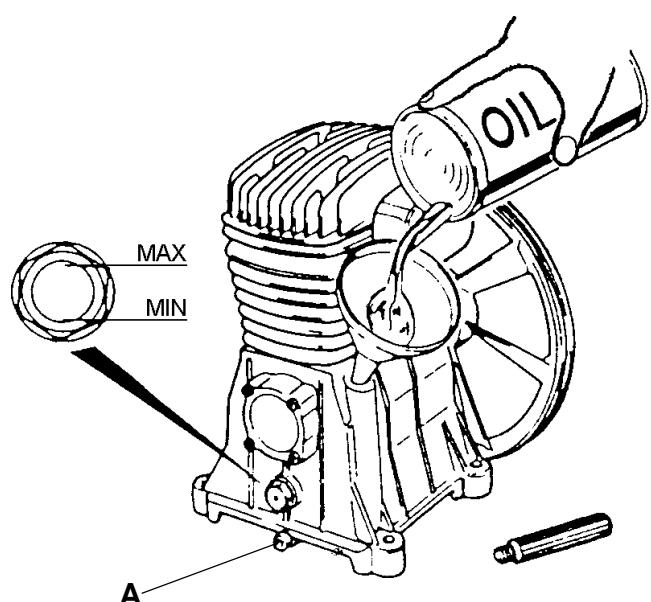

Fig. 7-3
(I) 7.3. Cambio olio - Rabbocco olio (fig. 7-3)
(GB) 7.3. Replacing oil - Pouring oil (fig. 7-3)
(F) 7.3. Remplacement de l'huile - Remplissage d'huile (fig. 7-3)
(D) 7.3. Ölwechsel - Zufüllung (Bild 7-3)
(E) 7.3. Cambio de aceite - Añadido de aceite (fig. 7-3)
(N) 7.3. Oljekift/avtapping (fig. 7-3)